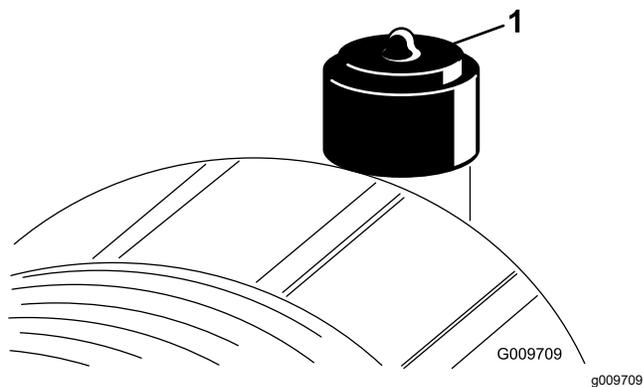

Рисунок 55
обслуживания (Рисунок 55). Замена воздушного фильтра без необходимости ведет лишь к повышению вероятности попадания грязи в двигатель при извлечении фильтра.
2. Сбросьте индикатор (Рисунок 55), если он стал красным.